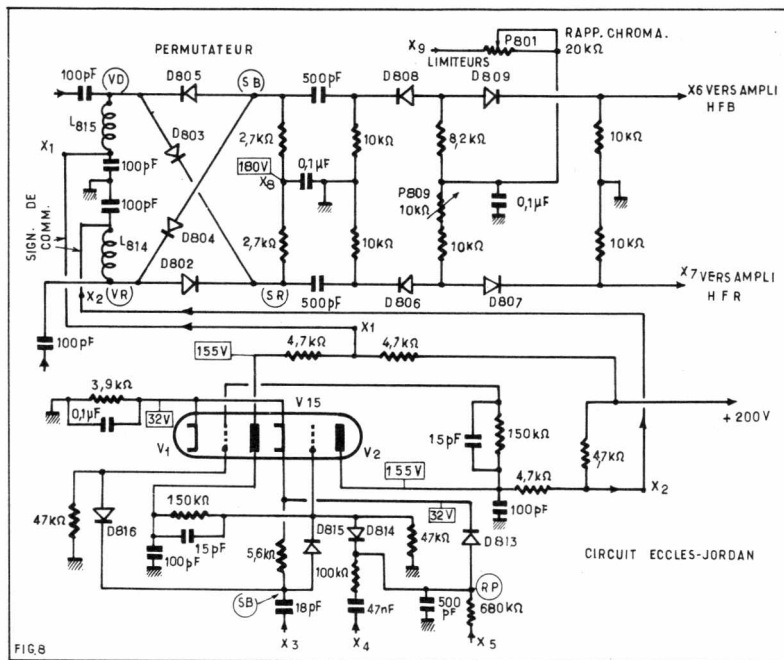
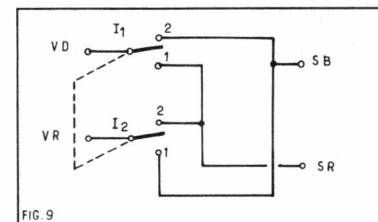

FIG. 8
FIG. 9
Dans la précédente étude du décodeur Sécam, on a décrit les circuits de luminance et une partie de ceux de chrominance. On a abouti au permutateur (voir fig. 7 du précédent article). La figure 8 ci-dessus donne le schéma du permutateur et du circuit Eccles-Jordan.
Le permutateur à quatre diodes de la figure 8 est parmi les plus simples. Il en existe à huit diodes ou à quatre transistors remplaçant les quatre diodes.
Ces quatre terminaisons correspondent aux quatre terminaisons d'un inverseur bipolaire comme celui de la figure 9 sur laquelle on a marqué les terminaisons comme sur la figure 8.
Les signaux (A) et (B) sont fournis, aux points X1 et X2 par le multivibrateur bistable de Eccles-Jordan, représenté en bas de la figure 8, dont nous donnerons plus loin une analyse de son fonctionnement.
Passons maintenant aux dispositifs placés à la suite de ces sorties, à droite de SB et SR sur la figure 8.
Indiquons la fonction des bobines L815 et L814 du permutateur de la figure 8.